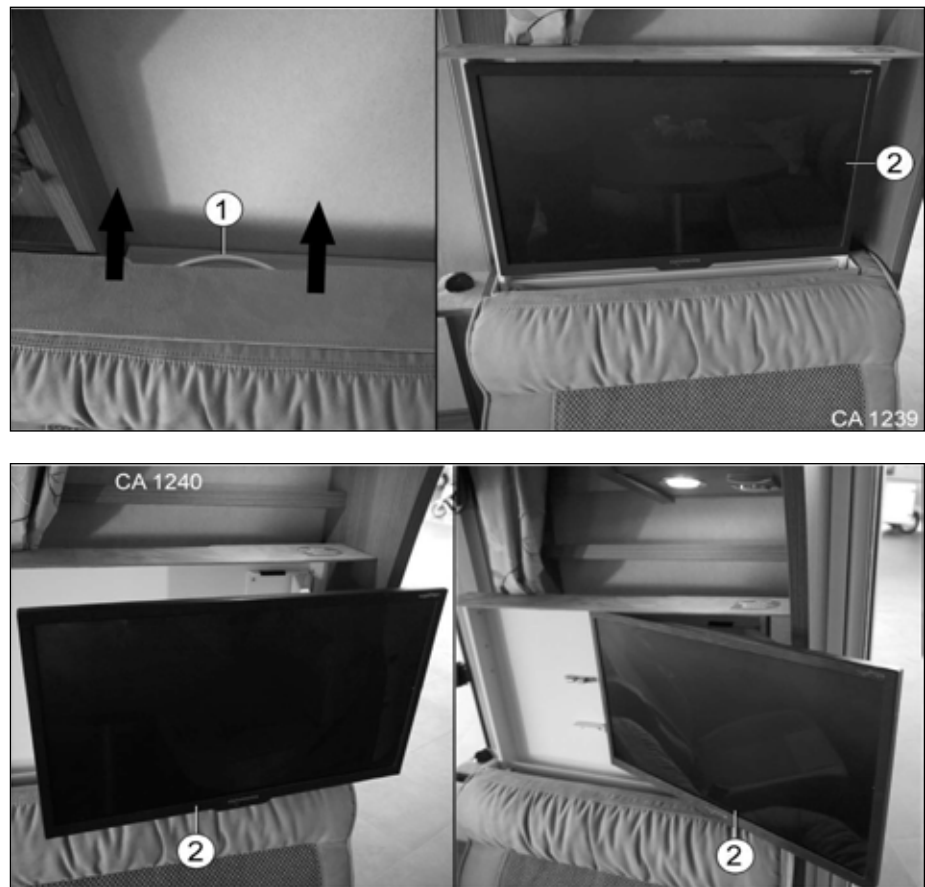

Fig. 85 Système coulissant du téléviseur au niveau de la chambre
1. Tirer la poignée (Fig. 85, Pos. 1) dans le sens indiqué.
2. Tirer le téléviseur (Fig. 85, Pos. 2) hors du support.
3. Pivoter le téléviseur (Fig. 85, Pos. 2) vers la droite ou vers la gauche au choix.